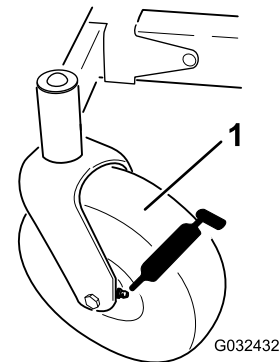
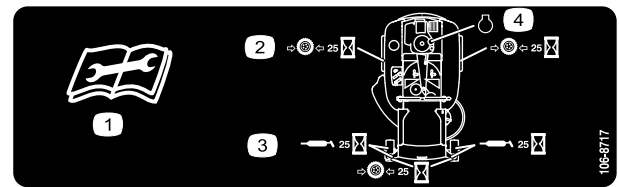

Figura 26
Figura 27
3. Limpie con un trapo los puntos de engrase (Figura 26 y Figura 27).
4. Conecte una pistola de engrasar a cada punto de engrase (Figura 26 y Figura 27).